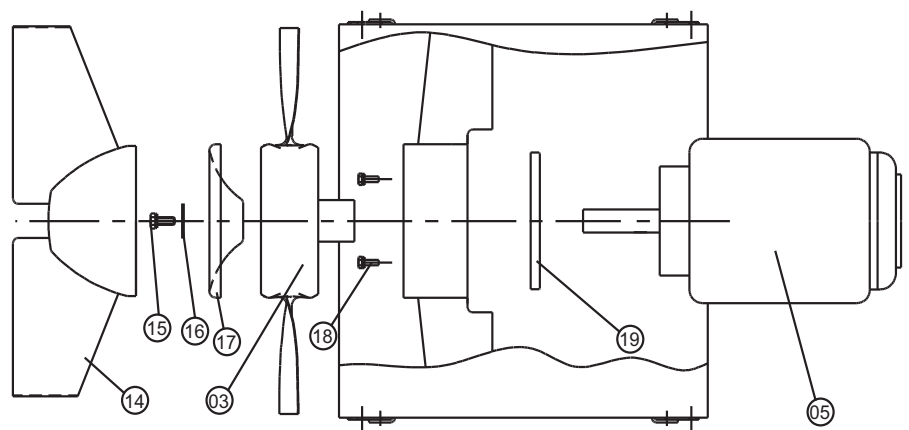

Abb. 3 Aus-/Einbau des Motors
- 4 **ARR:** Die Schrauben in den Leitschaufeln an den An-/ Abströmhauben abschrauben und die An-/ Abströmhauben Abb. 3, Pos. 14 ziehen
- 5 Die Mittelschraube des Laufrades Abb. 3, Pos. 15 abschrauben und die Mittelscheibe Pos. 16 demontieren.
- 6 **AUR:** Den Nabendeckel Abb. 3, Pos. 17 demontieren.
- 7 Das Laufrad Abb. 3, Pos. 03 mittels eines Abziehers, der in den beiden Gewindelöchern des Nabenkerns zu befestigen ist, entfernen.
- 8 4 Stück Schrauben Abb. 3, Pos. 18 abschrauben.
- 9 Motor Pos. 05 und Motorflansch Abb. 3, Pos. 19 demontieren. Vor dem Ausbau die Position des Motors beachten. Bei Demontage und Zerlegung des Ventilators ist mit den Bauteilen vorsichtig umzugehen, damit die Motorlager oder andere Komponenten nicht durch Stöße oder andere Überlastungen beschädigt werden.
- 1 Nach Fertigstellung der Wartungsarbeiten den Motor Abb. 3, Pos. 05 wieder einbauen. Darauf achten, dass der Motorflansch Pos. 19 korrekt angebracht ist und die Motorwelle im Ventilatorgehäuse konzentrisch angeordnet ist, bevor die Schrauben Pos. 18 angezogen werden.
- 2 Das Laufrad Abb. 3, Pos. 03 auf der Motorwelle mittels einer Schraube, die im Gewindeloch der Motorwelle zu befestigen ist, montieren. Die Nabe des Laufrades bis zum Anschlag gegen den Flansch der Motorwelle anspannen. Prüfen, ob der Schaufelspitzenspielfeld am ganzen Umfang gleich groß ist. Andernfalls die Motorposition in der Aufhängung ändern. **Bitte merken:** Schlagwerkzeuge können Schaden an den Lagern richten.
- 3 Die Mittelschraube Abb. 3, Pos. 15 und die Mittelscheibe Pos. 16 und für Typ AUR den Nabendeckel Pos. 17 wieder anbringen.
- 4 **ARR:** Die An-/Abströmhauben Abb. 3, Pos. 14 montieren.